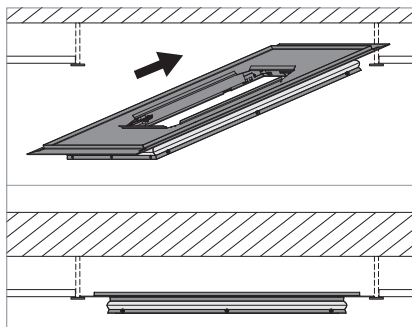

Fig. 1: Insérer le cadre du luminaire dans le plafond modulaire.
- Insérez le cadre du luminaire dans un plafond modulaire, voir Fig. 1.